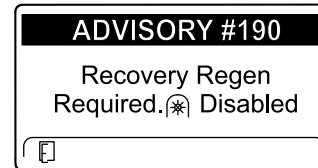

Figura 51
- Recovery regen required (Es necesaria una regeneración de recuperación) ADVISORY #190 (Aviso n.º 190) (Figura 51)